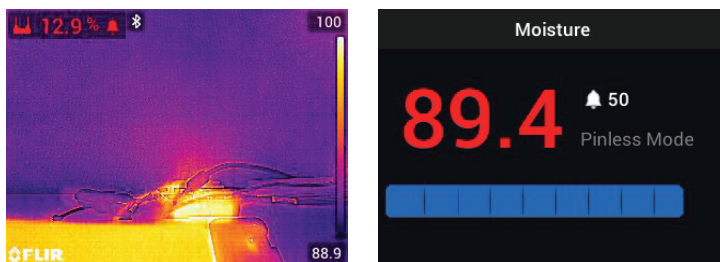

Figure 7.15 Exemples d'affichage d'alarme d'humidité
5. Lorsque la mesure dépasse le seuil, le texte de la mesure s'affiche en rouge. Notez qu'en mode Humidité seule, les chiffres les plus grands apparaissent en rouge lorsque la limite d'alarme est dépassée. Voir la **Figure 7-15** ci-dessous.